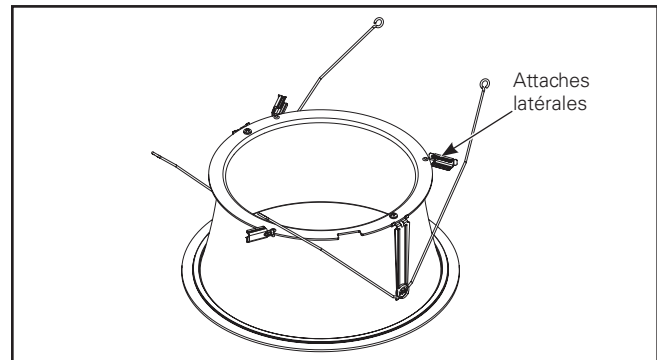

Figure 36.
3. Retirez l'assemblage de la garniture de l'emballage protecteur et tournez les attaches latérales (3) vers l'extérieur. (Figure 36).